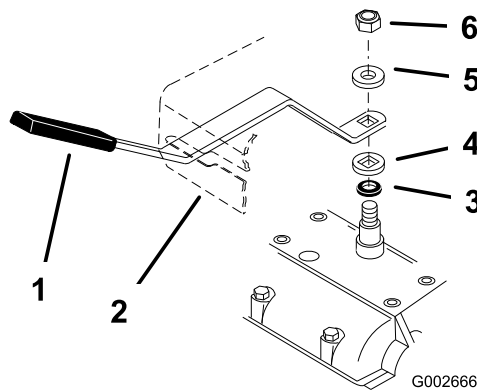

Figura 6
1. Ponga la palanca en segunda velocidad y verifique la alineación de la palanca en la ranura de la chapa de la palanca de cambios. Debe haber la misma holgura por encima y por debajo de la palanca (Figura 6).
2. Si la holgura no es correcta, retire la palanca y dóblela ligeramente para ajustarla (Figura 6).